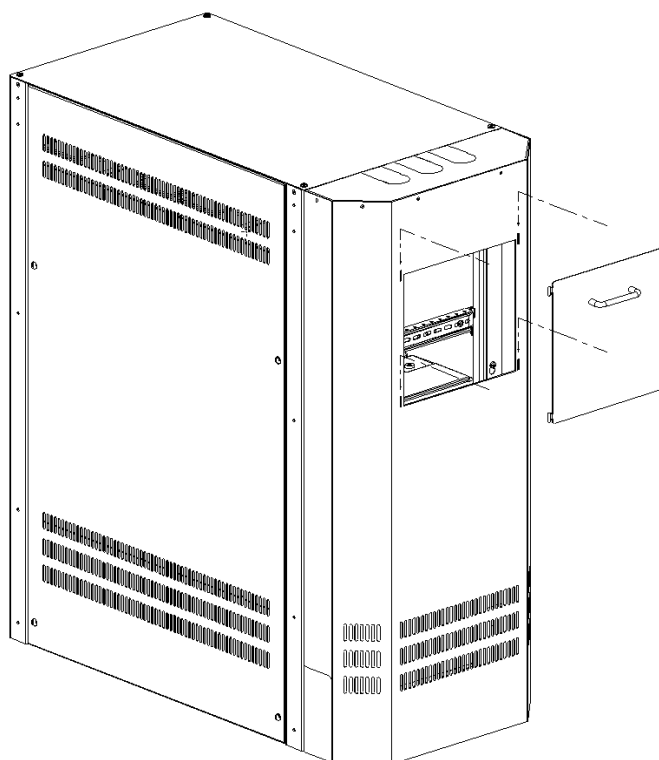

Рис. 9. Установка крышки
2.9 Установите панель (7) на винты (10) как показано на рисунке 8. Прикрепите ручку (18) винтами (13) к крышке (1) и установите крышку на панель (7) через вырезы как показано на рис. 9.